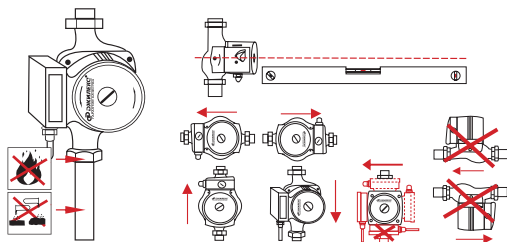

Рисунок 3
- Номинальный диаметр трубы не должен быть меньше номинального диаметра фланца насоса. Направление вращения вала электродвигателя обозначено на информационной табличке. Ось электродвигателя должна быть расположена горизонтально (рисунок 3).